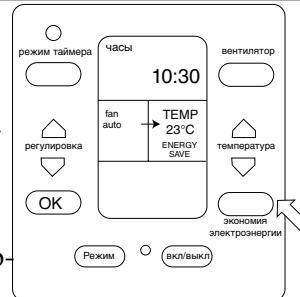

Рис. 11. Установка кондиционера в режим экономии электроэнергии
- Нажать на кнопку “Energy save” (экономия электроэнергии), после чего кондиционер начнет работать в режиме экономии электроэнергии, и на дисплее появится надпись “Energy save” (Рис.11).